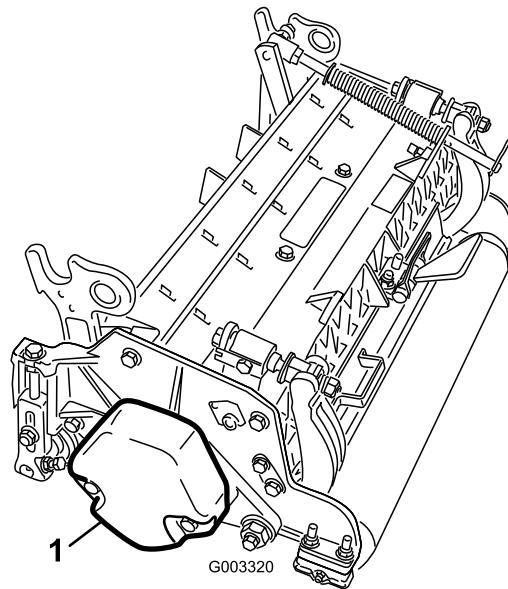

Figure 4
4. Veillez à monter le contrepoids (Figure 4) du bon côté du tablier de coupe, comme expliqué dans le *Manuel de l'utilisateur* du tablier de coupe.